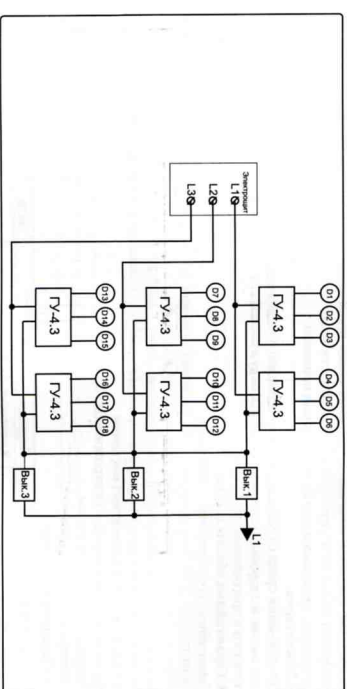

Рисунок 5. Схема подключения ГУ 4.3 к разным «фазам» питающей сети
- Подключить образованные группы к разным «фазам» (см. рис. 5).
Внимание! Если требуется подключить несколько выключателей, общий контакт этих выключателей следует подключить к одной и той же «фазе» питающей сети, например, к «фазе» L1 (см. рис. 5).